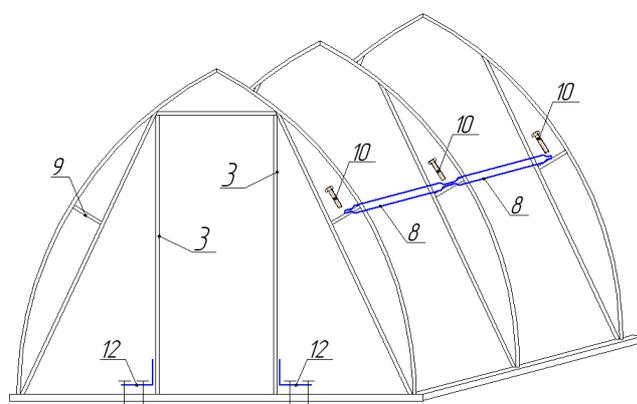
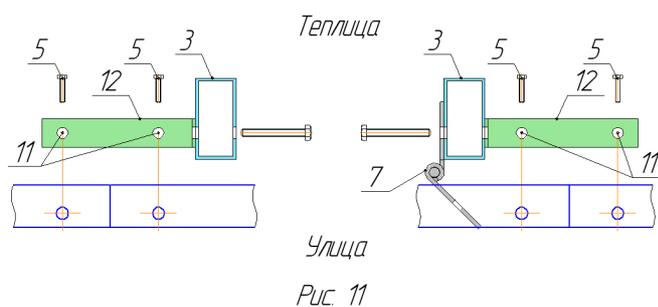
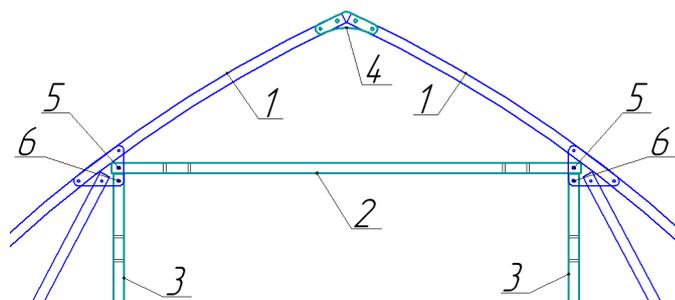

Рис. 9
Рис. 11
Рис. 10
3.4 Между собой секции скрепляются соединительными трубками №8 (длинной 745мм) (рис.9) через кронштейн №9 болтами №10 (М6x20) с двух сторон. На средних секциях одним болтовым соединением скреплять две трубки.
3.5 На торцевых секциях устанавливаем вертикальные трубы под дверь №3 (рис.10) (2шт. длиной 1924,5мм), закрепляем с помощью болтов М6x50 (2шт) в отверстия кронштейна №6. **Отверстия под петли на обеих трубах должны быть смещены наружу теплицы (рис.11)!!!**
3.6 К петлевым отверстиям на вертикальной трубе №3 торцевых секций прикручиваем петли №7 с помощью болтов М5x30 (рис.11). **В комплекте теплицы петли разные, внимательнее смотрите рис.11!!!** Петли прикручиваем на правую либо левую сторону, в зависимости от того какое направление открывания двери мы хотим получить. Вместе с нижней петлей к вертикальной трубе №3 с обратной стороны закрепляем уголок №12. На вторую вертикальную трубу (там где нет петель) также закрепляем уголок №12 (рис.9 и рис.11).